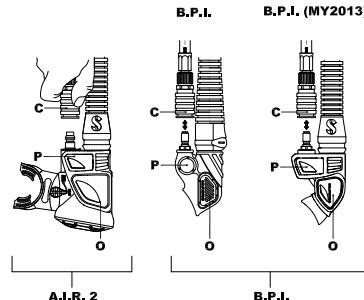

fig. 6
7.3 Système de lest Monorail (fig. 6) (propriétaire) (sur certains modèles : voir caractéristiques)
Fixation du raccord de largage rapide (fig. 6-C) :
Pour gonfler le gilet stabilisateur, appuyez sur le bouton de la soupape d'inflation (fig. 6-P). L'air doit entrer dans le gilet. Pour un meilleur contrôle de l'inflation, procédez par à-coups, en appuyant puis relâchant le bouton de façon répétée.
2. Avec le même souffle, continuez de souffler tout en appuyant fortement sur le bouton de la soupape d'inflation buccale (fig. 6-O).